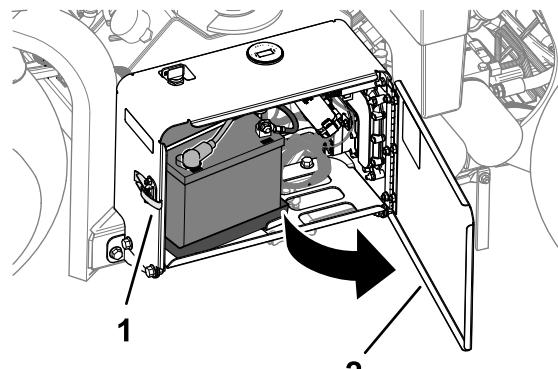

図 13
- ラッチを外し、バッテリーコンパートメントのドアを開く図 13。